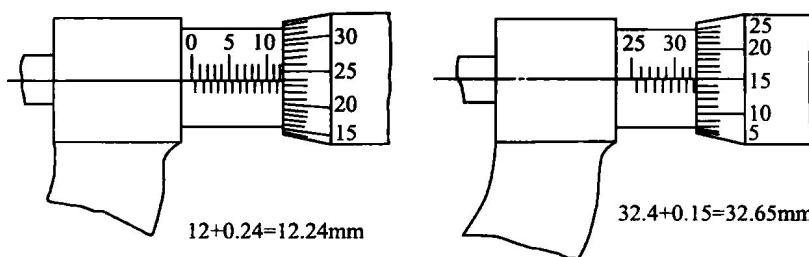

图 1-9 千分尺的读数方法
(2) 外径千分尺的读数方法
- ①先读出固定套管上露出刻线的整毫米及半毫米数;
- ②再看微分筒哪一刻线与固定套管的基准线对齐,读出不足半毫米的小数部分;
- ③最后将两次读数相加,即为工件的测量尺寸,如图 1-9 所示。